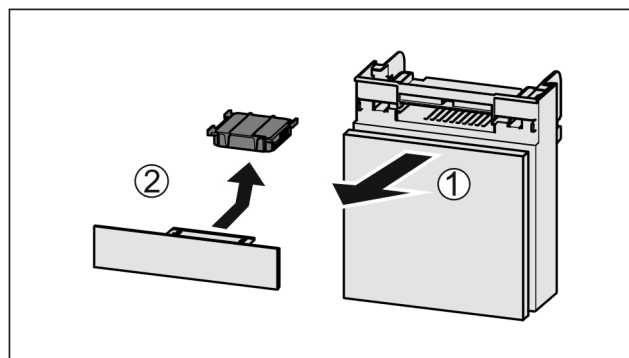

Fig. 68
- Extraire le compartiment par l'avant Fig. 68 (1).
- Sortir le filtre à charbon actif Fig. 68 (2).